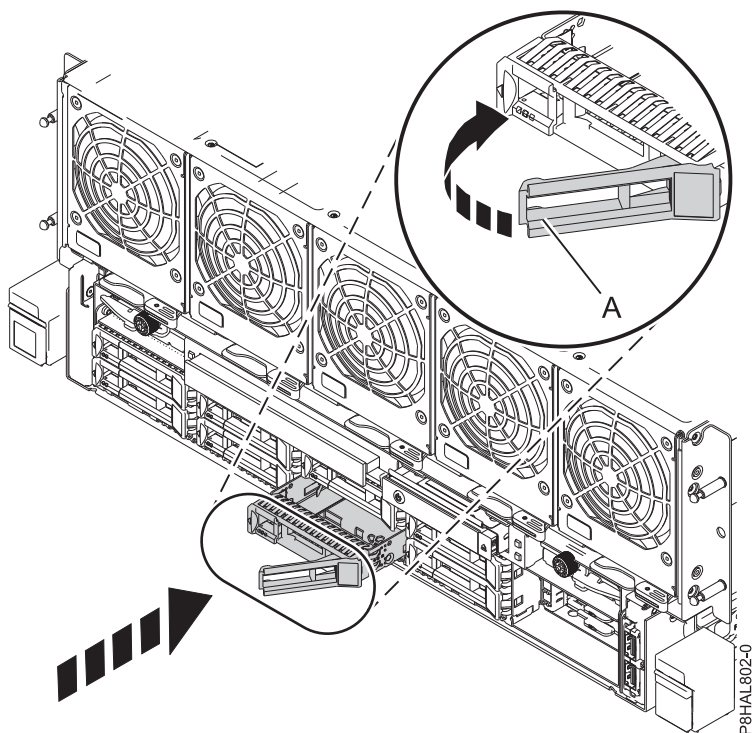

Figura 8. Instal·lació d'una unitat de disc en un sistema
4. Desbloquegeu la nansa del compartiment d'unitats (**A**) prement-la i estirant-la cap a vosaltres. Si la nansa no s'estén del tot, la unitat no podrà lliscar en el sistema. Consulteu Figura 8 a la pàgina 16.
8. Quan el LED d'identificació es torni sòlid, moveu la unitat fins al fons del sistema i pressioneu la nansa de la portadora d'unitats (**A**) fins que quedi bloquejada, tal com es mostra a la figura següent. Figura 8 a la pàgina 16.